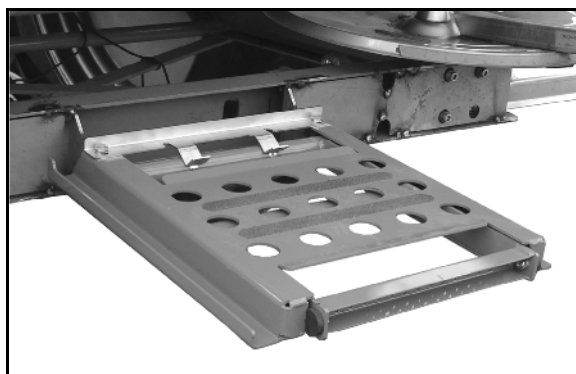

Fig. 41
- Når den ikke er i brug, svinges stigen op (Fig. 41) og skubbes frem sammen med platformen.